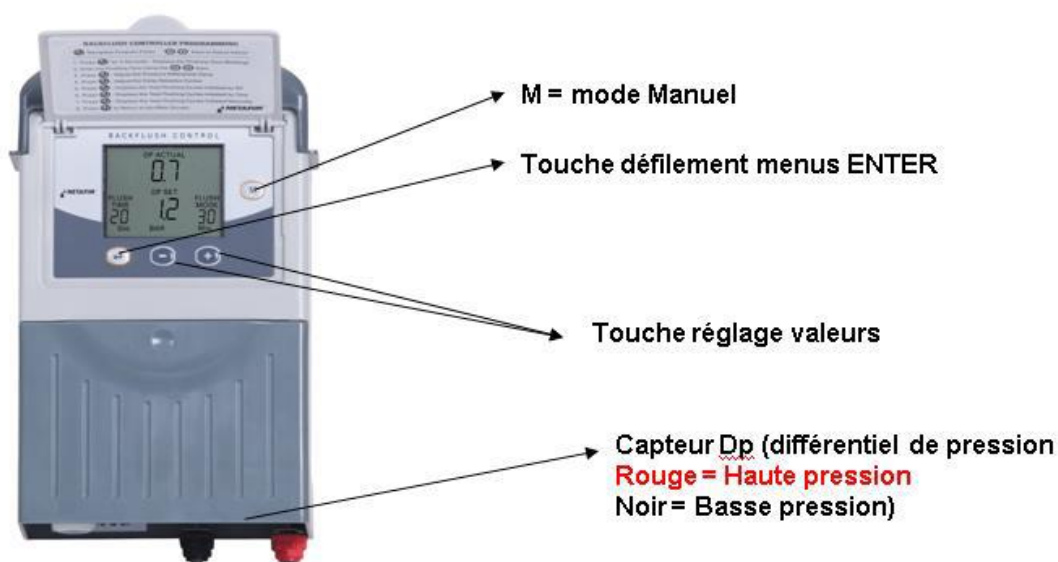

Figure 3: Dispositif de commande
8. Effectuez un cycle de lavage manuel en appuyant sur le bouton de test situé à l'extérieur du boîtier de commande. (Voir la figure 3).
15. Effectuez un cycle de rinçage supplémentaire manuellement en appuyant sur le fond manuel (M sur l'écran). (Voir la figure 3)